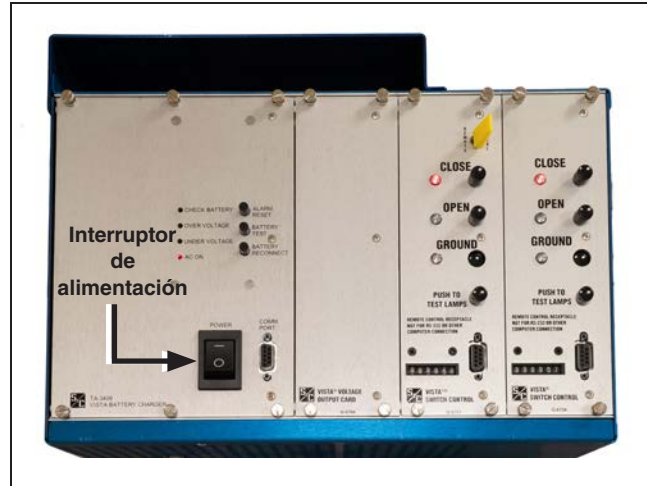
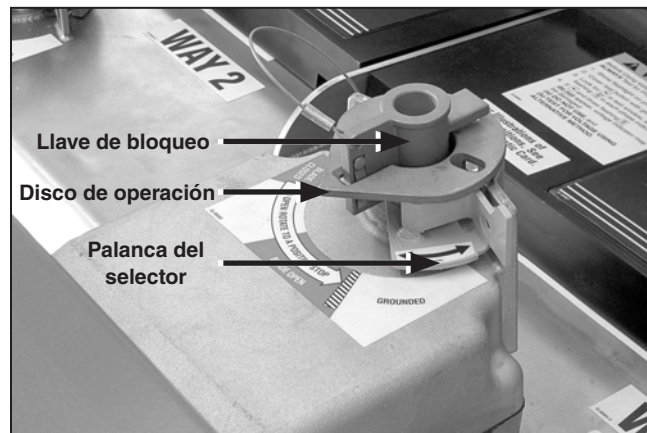
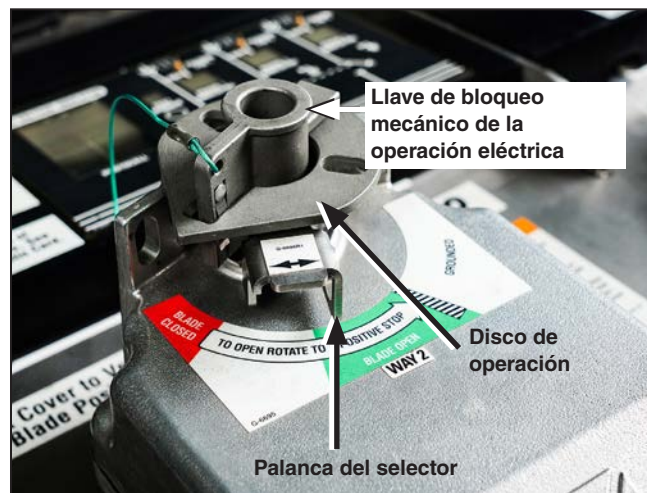

Figura 40. El rack de interruptores Vista con LED de CIERRE, ABIERTO, TIERRA y controles.
Figura 41. Indicación de la posición de ABRIR del moto-operador.
Figura 42. La indicación CLOSE (Cerrado) en el tablero de control del motor coincide con la posición del moto-operador.
PASO 1. Una vez que todos los pasos precedentes han sido completados con éxito, encienda el interruptor de energía de la fuente de alimentación eléctrica. Ver Figura 40. Esto conectará la energía de ca al cargador de baterías y a los controles del moto-operador.
PASO 2. Los controles del moto-operador indicarán la posición correcta de los moto-operadores y de los ejes de operación del mecanismo vía LEDs en el ensamble del panel frontal. Ver Figura 40, Figura 41, y Figura 42.